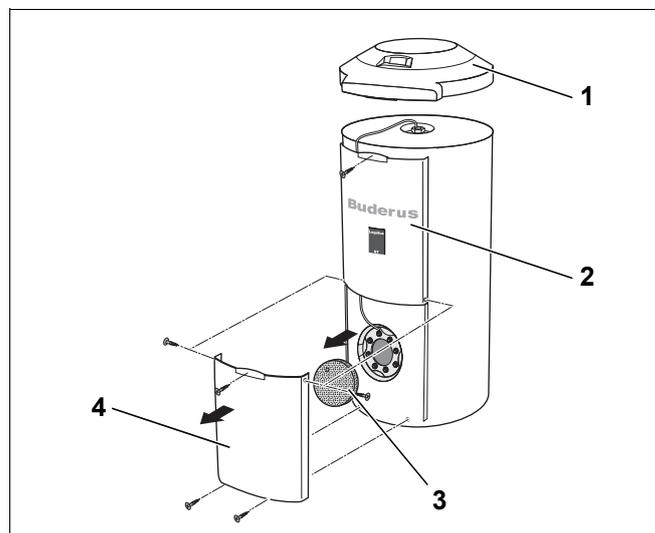
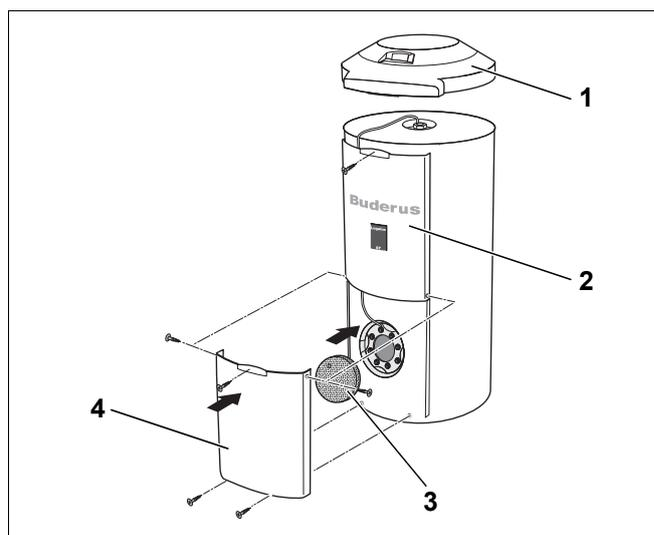

Рис. 10 Демонтаж обшивки
Рис. 15 Монтаж облицовки
- Снять крышку бака (рис. 10, **поз. 1**).
- Вынуть верхнюю обшивку (рис. 10, **поз. 2**) из профильных направляющих. Для этого отсоединить три болта (верхний и боковые).
- Вынуть нижнюю обшивку (рис. 10, **поз. 4**) с теплоизоляцией крышки смотрового люка (рис. 10, **поз. 3**) из профильных направляющих. Для этого отсоединить три болта (средний, верхний и нижний).
- Задвинуть нижнюю обшивку (рис. 15, **поз. 4**) вместе с теплоизоляцией крышки (рис. 10, **поз. 3**) в профилирующие направляющие и закрепить тремя винтами (в середине и внизу).
- Верхнюю обшивку (рис. 10, **поз. 2**) задвинуть в направляющие и закрепить тремя винтами (вверху и сбоку).
- Установить крышку (рис. 10, **поз. 1**) на бак.